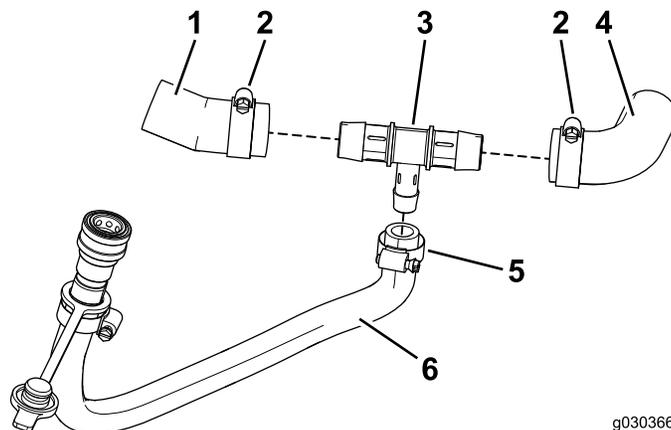

Bild 36
- Bringen Sie die linke und rechte Hälfte des Schlauchs über dem T-Anschlussstück an (Bild 36).
- Befestigen Sie den Schlauch mit der großen Schlauchklemme am T-Anschlussstück (Bild 36).